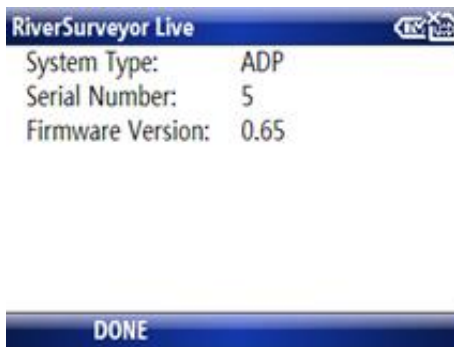

Figura 61. Utilidades - Sistema de Información
**Información del sistema** (Figura 61): Muestra el tipo de sistema, número de serie y versión del firmware.